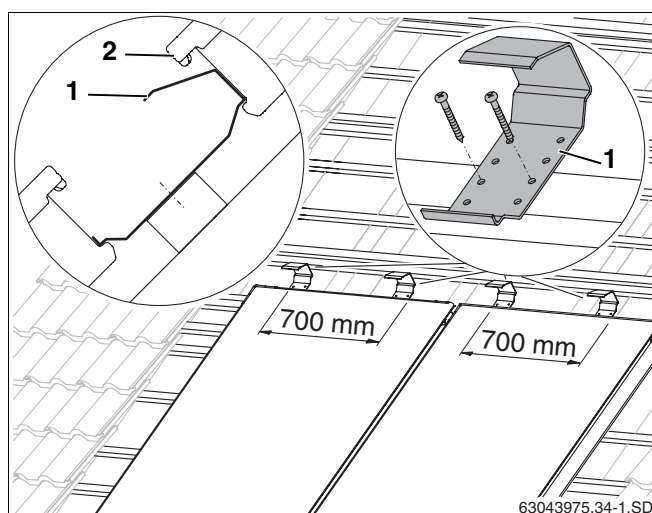

Fig. 30 Sicurezze anti scivolamento per la seconda fila di collettori
- Sopra ogni collettore inferiore, disporre due sicurezze anti scivolamento (fig. 30, **pos. 1**) in posizione centrale (a 700 mm l'una dall'altra) sul quarto listello aggiuntivo della fila inferiore, e fissarle con due viti 4x40.
- Far scivolare il collettore della fila superiore (fig. 30, **pos. 2**) contro le sicurezze anti scivolamento e allineare con la fila inferiore.